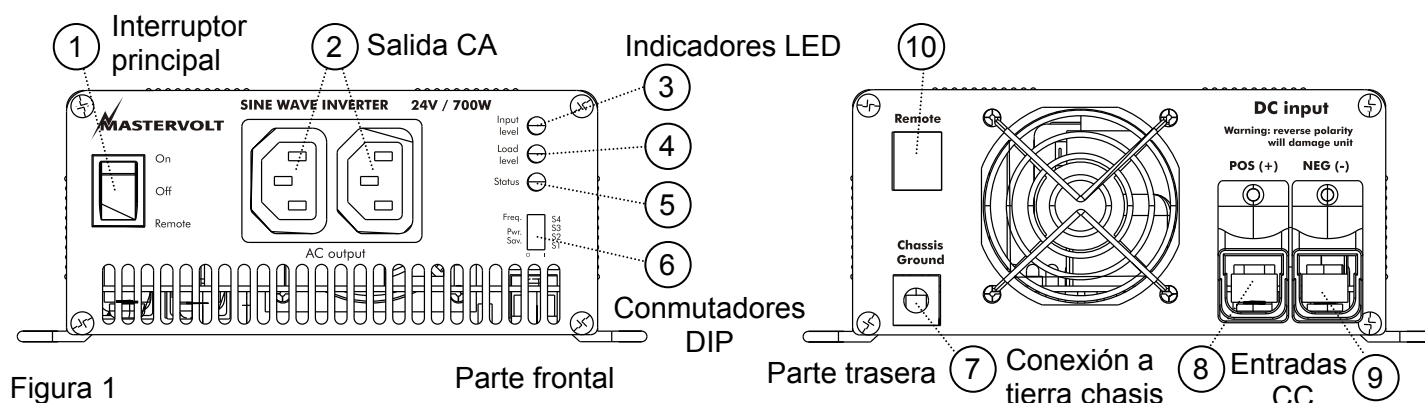

Figura 1
Véase la figura 1. En la parte frontal del inversor se encuentran cuatro conmutadores DIP (ref. 6) para ajustar el inversor de acuerdo con sus preferencias personales.
- Antes de instalar el AC Master asegúrese de que el interruptor principal (figura 1, ref. 1) esté fijado en la posición OFF